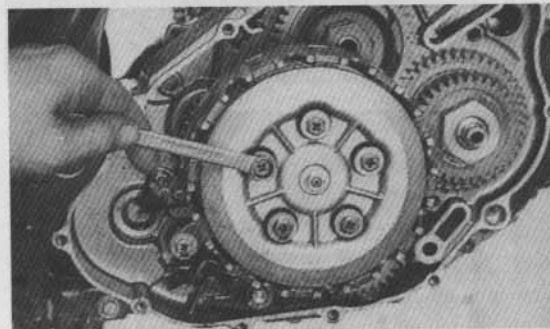

Bild 96
- Kupplungsdruckplatte (5 Sechskantschrauben SW 10, Bild 96) entfernen und Belag- und Stahlscheiben entnehmen.